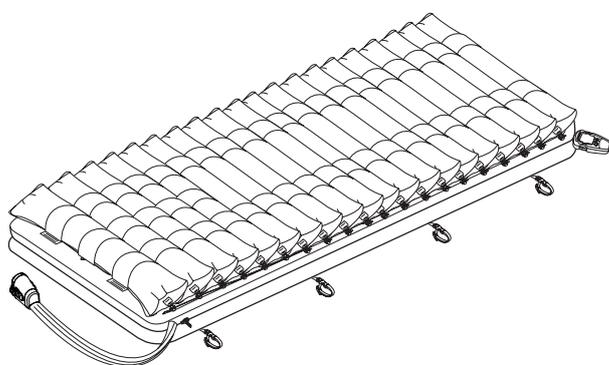

Figura 31
- as células do colchão estão viradas para cima. Consulte a Figura 31